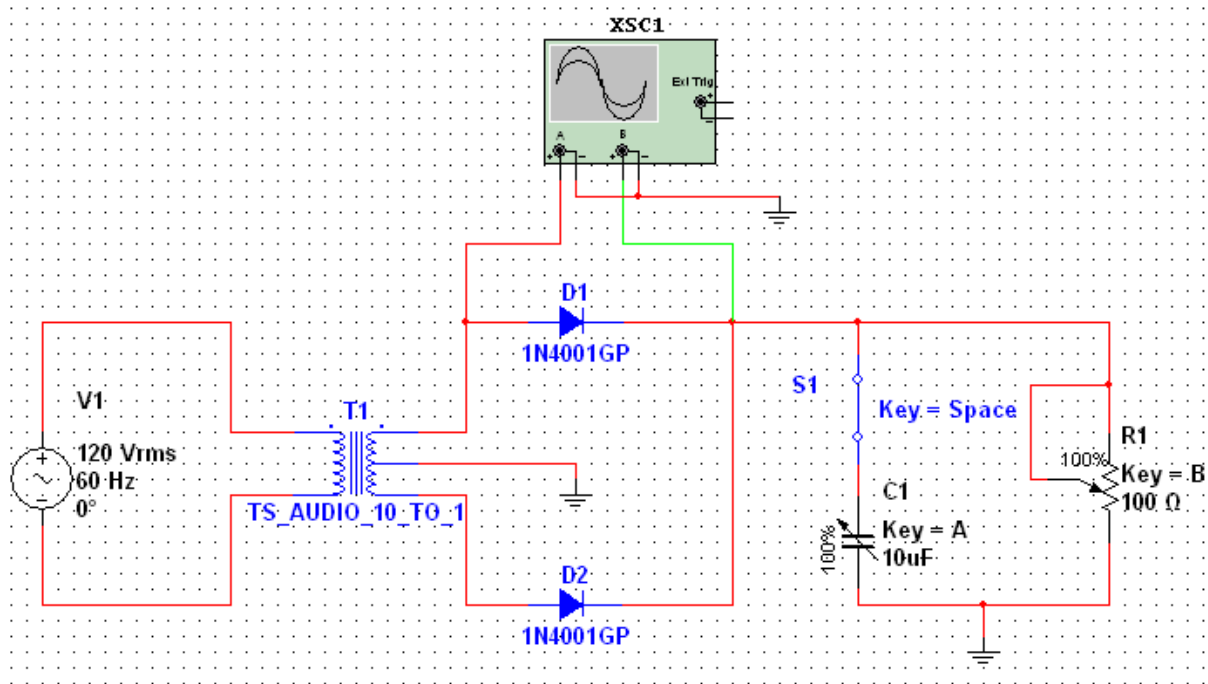

Рис. 3.8 Схема електрична принципова двохнапівперіодного випрямляча на напівпровідниковому діоді
Значення  $U_d$  двохнапівперіодного випрямляча (рис. 3.8) вдвічі більше:
7. Побудувати схему двохнапівперіодного випрямляча. Вивчити призначення всіх елементів схеми (рис. 3.8).